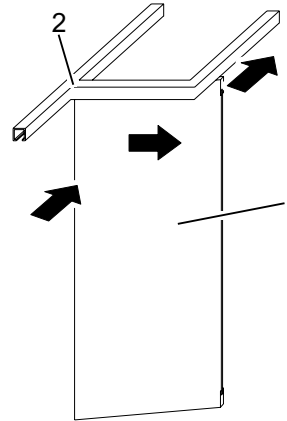

Abb. 1: Flügel in den Bahnhof schieben (Beispiel)
1. Entriegelten Flügel (Abb. 1/1) langsam zur Abzweigstelle (Abb. 1/2) schieben.